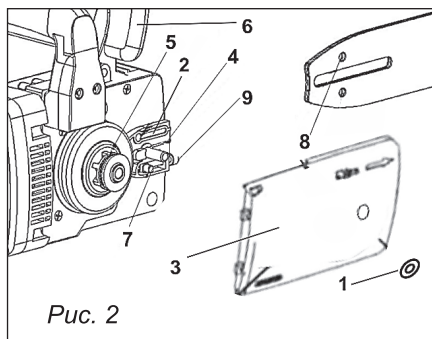
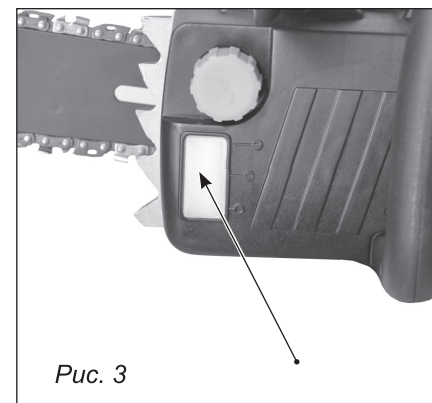

Рис. 2
Рис. 3
Проверьте, чтобы напряжение в сети соответствовало указанному на идентификационной табличке на корпусе пилы. Перед началом работы необходимо проверить готовность пилы к работе в соответствии с руководством по эксплуатации. Проверьте так же систему смазки цепи и уровень масла в бачке (рис. 3).
- Следите за уровнем масла в масляном бачке в процессе пиления, уровень масла смотреть в окошечке (рис. 3).
Перед началом работы, проверьте автоматическое смазывание цепи и уровень масла (рис. 3). Включите цепную пилу и держите ее не касаясь никаких поверхностей и земли, в целях безопасности. Если Вы видите масло на цепи во время движения цепи, система смазывания цепи работает правильно, если нет никаких следов масла вообще, попробуйте прочистить канал для подачи масла (рис. 2, п. 2) и отверстие подачи масла направляющей шины или обратитесь в Сервисный центр.
Звёздочка ведущая (рис. 2, п. 5) так же подвержена высокому износу. Если Вы заметили, что зубцы звездочки изношены, необходимо ее заменить. Для замены звездочки обратитесь в сервисный центр.
В случае отдачи, тормоз цепи приводится в действие путем нажатия на рычаг тормоза цепи (рис. 2, п. 6). Рычаг тормоза цепи выдвигается вперед тыльной стороной руки, и это заставляет тормоз цепи останавливать движение цепи в течение 0,12 сек.